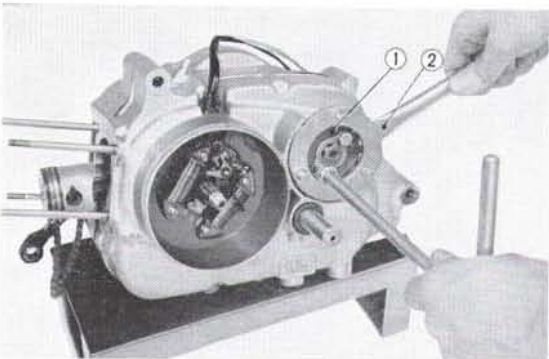

Fig. 2.37 ① Drive sprocket ② Drive sprocket holder
9. Remove the drive sprocket. (Fig. 2.37)